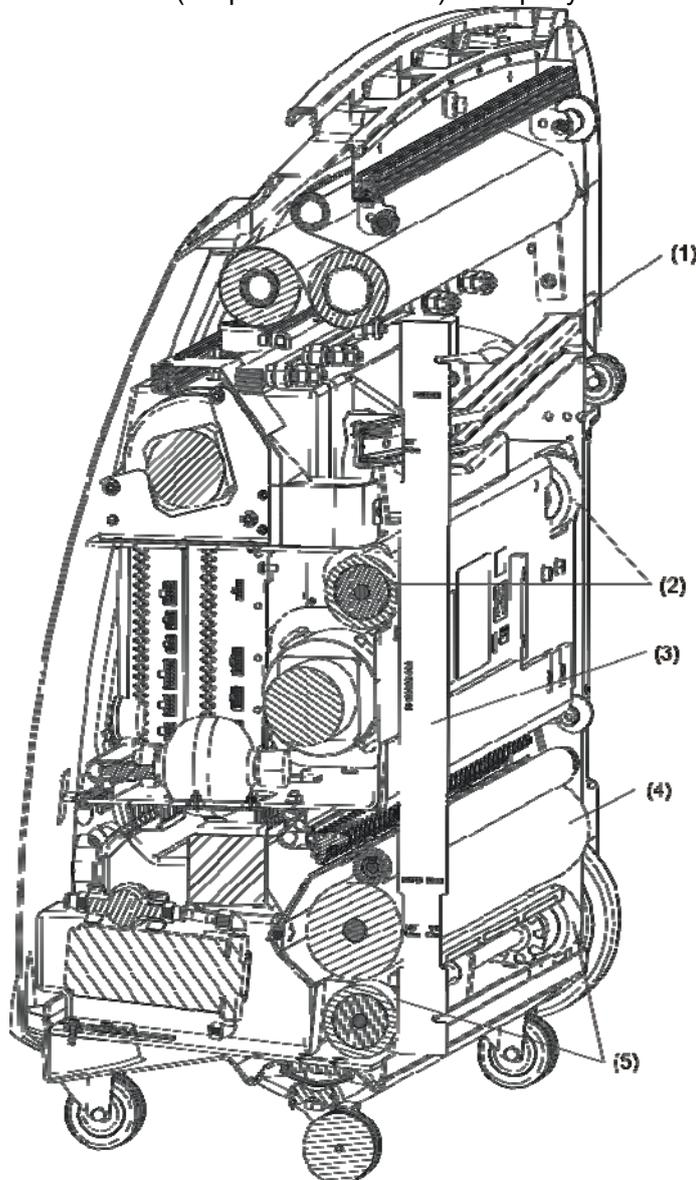

Рисунок 5-18. Инструмент для регулировки положения скребка/щетки
6. Разместите шаблон для регулировки положения щетки (закреплен за блоком управления) вдоль (опираясь на) задних и ведущих колес на левой стороне машины (стороне 7-ой кегли). См. рисунок 5-18.